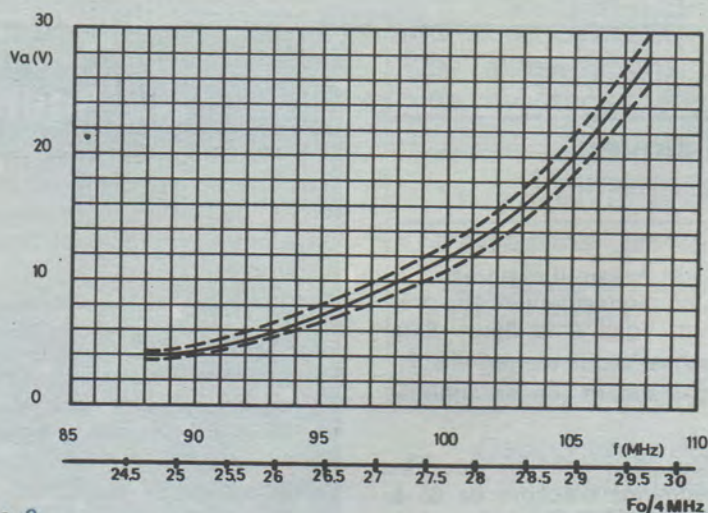

Figure 9
c) Diodes d'accord. On les attaque par l'intermédiaire d'un transistor BC 547 C (en bas et à gauche du schéma de la figure 9) monté en collecteur commun.
On les donne au tableau III ci-après. La bande de fonctionnement a été précisée plus haut. Voici à la **figure 9** la courbe de réponse fréquence (en abscisses) à tension d'accord (en ordonnées) V_a en volts.